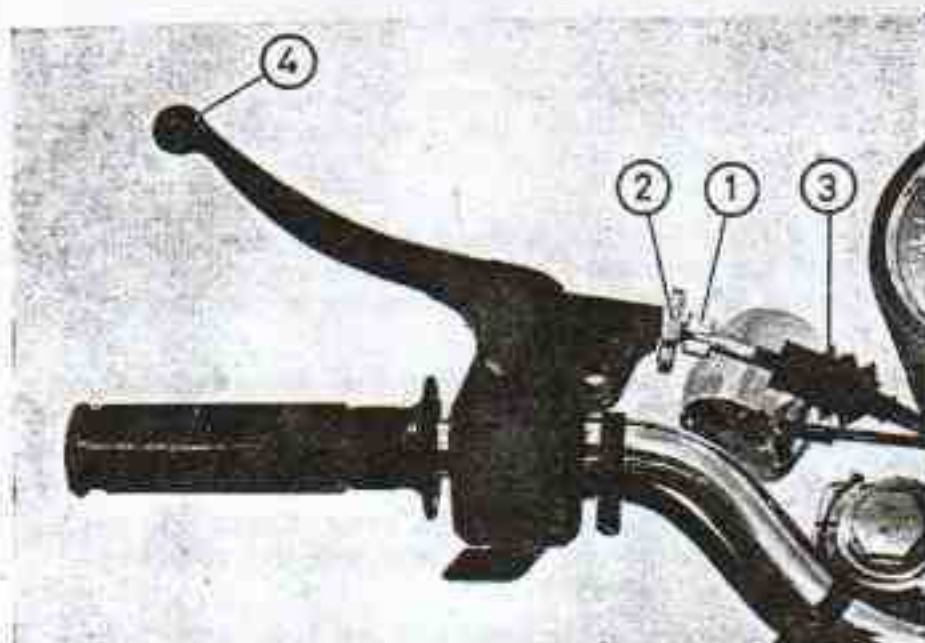

Fig. 19
Para disminuir el juego del accionamiento del embrague se debe girar la rueda grafilada 1 de modo que el tornillo tensor 2 se desenrosque fuera del mando (fig. 19).
3. Instalación de un nuevo cable-funda de embrague. Para ello, recuperar el tornillo tensor (2, fig. 19) hasta hacer tope. Dominar la palanca hacia adelante para extraer el terminal de su alojamiento. Tirar del cable por arriba en unos centímetros y sacar el terminal por la entalla existente debajo del mando.
Pour diminuer le jeu de la commande d'embrayage, il faut tourner la roulette cannelée 1 de façon à ce que la vis de tension 2 se dévisse vers l'extérieur de la commande (figure 19).
3. **Montage d'un nouveau câble-gaine d'embrayage.** Pour cette opération, visser la vis de tension (3, fig. 19) à fond. Déplacer le levier en avant pour extraire la cosse de son logement. Tirer le câble vers le haut de quelques centimètres et sortir la cosse du câble par l'entrée qui se trouve sous la commande.
To decrease the amount of play, rotate the serrated wheel 1 so that the adjuster is extended from the mount (fig. 19).
3. **Installing a New Clutch Cable and Sheath Assembly.** To do so, turn in the clutch rod adjusting screw (2, fig. 19) as far as it will go. Push the lever forward in order to remove the cable terminal from its housing. Pull the cable upwards a few centimetres and remove the cable terminal from the slot under the clutch lever.